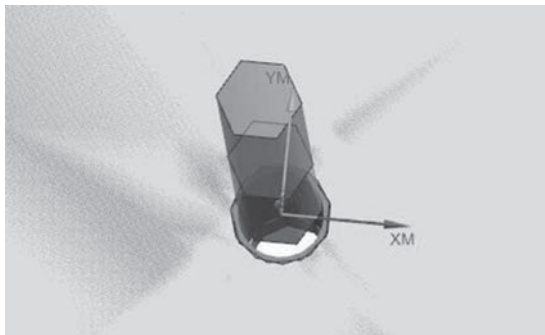

图 4-1-35 仿真效果
(4) 单击“操作”区域中的 图标进行计算,再单击 图标,进入“刀轨可视化”对话框。单击“3D 动态”图标进行3D 仿真操作,把“动画速度”调整到“2”,便于观察。单击 图标进行仿真,如图4-1-35所示。确认无误后,单击两次“确定”按钮后完成工序创建。